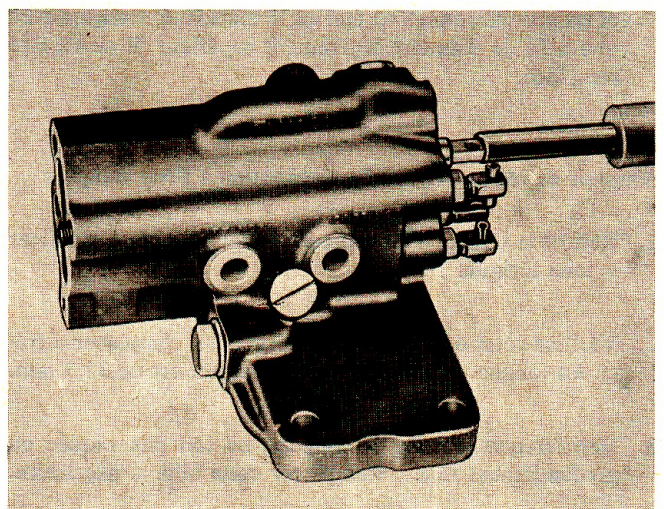

Fig. 16: Dépose des tiroirs de distribution
2. Tapoter le côté poignée du tiroir pour chasser le ou les bouchons de fond de cylindre (voir fig. 16). Sortir le ou les tiroirs par l'avant du corps de distribution. Repérer les tiroirs et leurs alésages respectifs car ces pièces sont appairées.